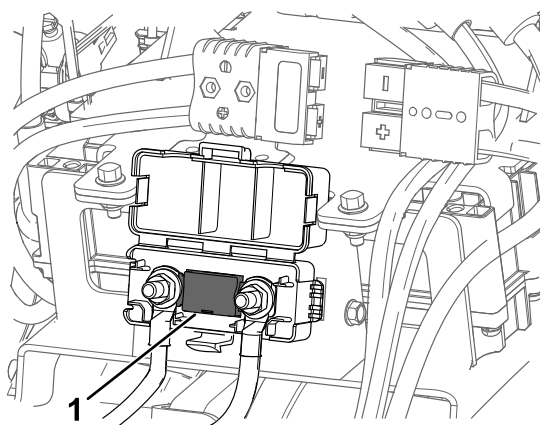

Figura 33
6. Localice el fusible y cámbielo (Figura 33).